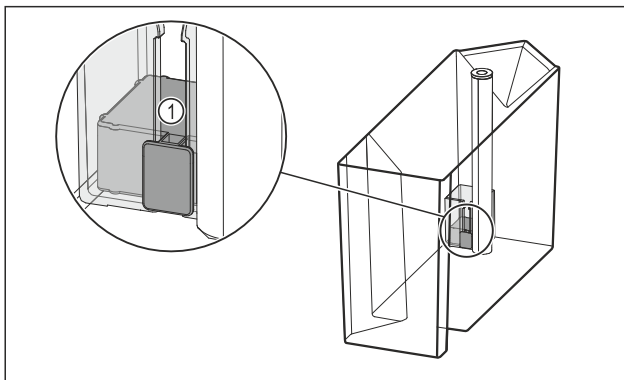

Fig. 100
- ▶ Preverite, ali se je plovec Fig. 100 (1) zataknil.